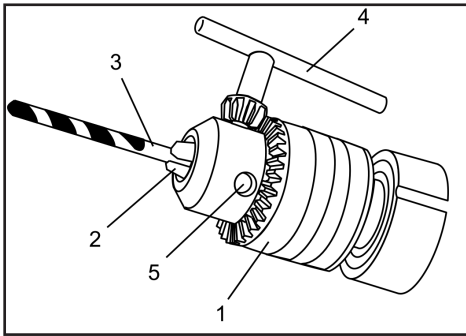

Fig.3
2. Gire el collarín del mandril (2) en sentido contrario a las agujas del reloj hasta que las mordazas del mandril (2) se abran lo suficiente como para aceptar la broca (3) (Fig.3).